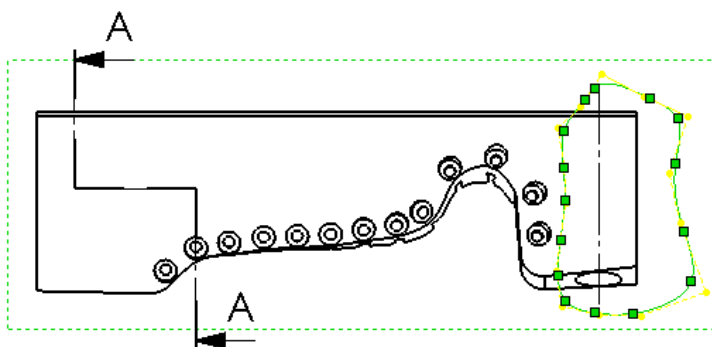

Рис. 25
2. Нарисуйте на **Чертёжном виде 2** (виде **сверху**) замкнутый контур, как показано на рис. 25: